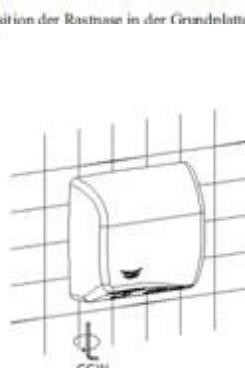

Bild Nr. 10
6. Die beiden unteren Schrauben mit dem Spezialschlüssel gegen den Uhrzeigersinn (CCW) herausschrauben (siehe Bild Nr. 10).